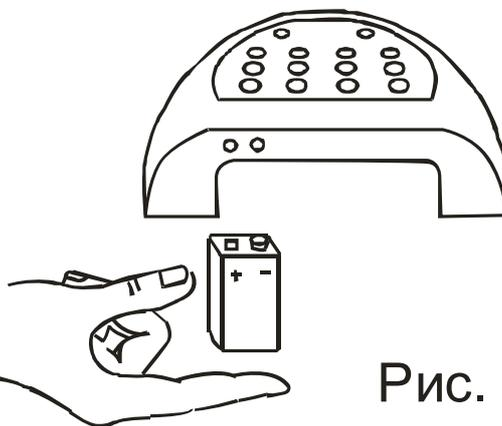

Рис. 3
- открыть замок (по Вашему коду) при полном разряде батарей (рис. 3) и др.
В случае полного разряда батарей замок можно открыть по Вашему коду, подключив к клеммам аварийного питания (рис. 3) источник питания напряжением 9 - 13 V (например, батарея "КРОНА"). Полярность подключения – любая.